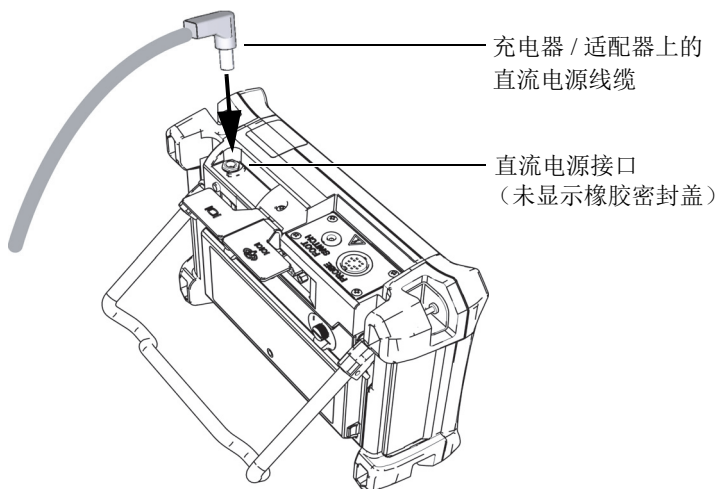

图 1-9 连接直流电源插头
3. 将充电器 / 适配器上的直流电输出电源线连接到 Magna-Mike 8600 仪器顶部的直流电源接口（参见第 32 页的图 1-9）。